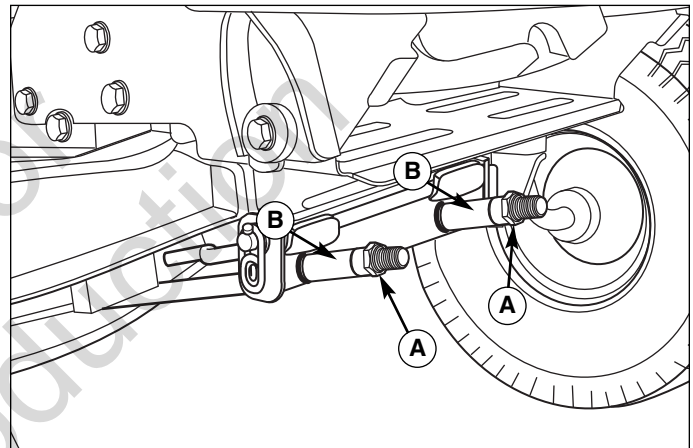

Figure 35. Mise de niveau transversale du carter de coupe
8. Pour relever l'avant du carter de coupe, serrer les écrous-freins (A, Figure 35) contre les entretoises (B). Pour relever l'avant du carter de coupe, serrer les écrous-freins (A). Les écrous-freins doivent être tournés de la même quantité des deux côtés pour que le carter reste de niveau.
9. Revérifier la hauteur des lames puis serrer l'écrou-frein avant (B) contre l'étrier pour le bloquer.